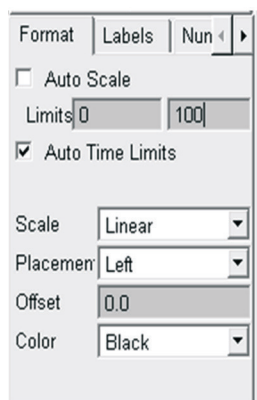

Figura 4.187 – Limites do eixo *vaxis*,
- Na caixa de texto *Limits*, estabeleça os limites entre 0 e 100 (Figura 4.187).